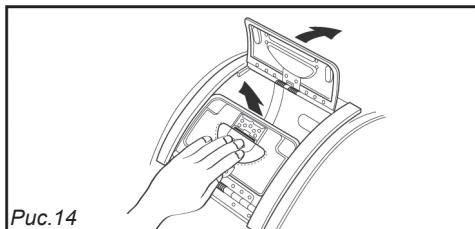

Рис. 14
- Откройте барабан, нажав на кнопку, расположенную на передней крышке (Рис. 14).